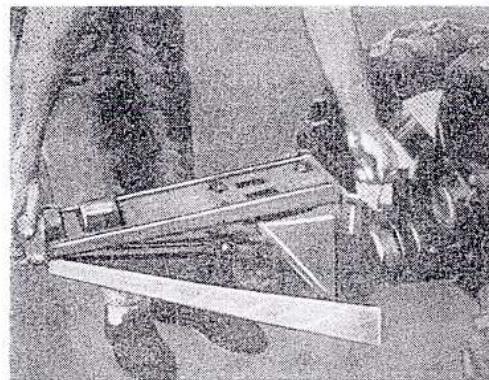

Fig. 23
3. Tøm ut oljen fra utliggerkassen (14). Dette må gjøres mens maskinen ennå er varm; man skrur av pluggen (30) for påfylling av kassen, og etter å ha trukket opp sperrebolten, dreier man utliggeren ca.  $\frac{1}{4}$  omdreining slik at åpningen kommer ned. Drevhuset tömmes helt, utliggeren snues opp, slik at åpningen kommer opp. (Fig. 23). Deretter fyller man opp igjen med olje. Til slutt skrues pluggen fast (30), og utliggeren settes i normal stilling.